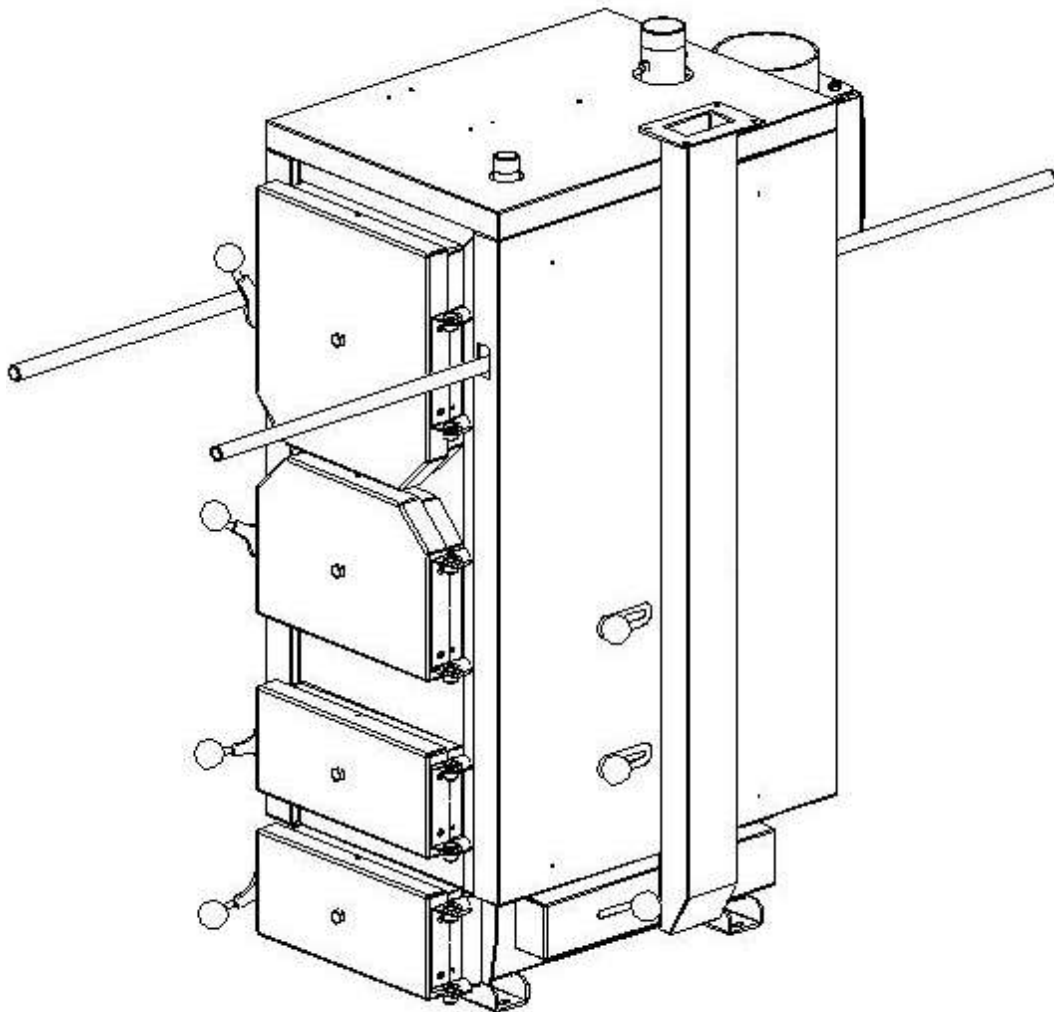

Рисунок 11. Підготовка до переміщення та встановлення котла.
- вставити відрізки труб в отвори, як показано на рис.11.